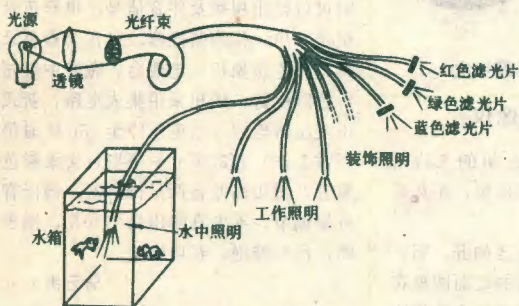

图2 光纤照明
2. 各频段的指向图形基本相同 过去,虽然电动传声器已可做到轴向的频率响应曲线较平坦,但当偏离轴线时,传声器的指向图形高频段变得尖锐狭窄起来,高频下跌很多,这种情况将给拾音带来困难。因为只要偏离传声器轴线,录音的音色就会出现较明显的变化。应该说要求单独一只电动传声器做到全频段指向图形接近一致是困难的,例如心形传声器的背后灵敏度极低,即灵敏度的前后比很大,不可能做到全频段前后比都很大。因此,只有采用分频的办法,和多频段扬声器箱一样,传声器系统也由低频单元和低频单元组成,两者通过一个装在传声器内的分频网络进行分频,可以做到使一只低频单元在低频段前后比很高,也可以做到另一只高频单元在高频段前后比很高,即可得到全频段前后比都很高的心形传声器。图2给出了新型电动传声器各频段的指向图形。可以说,采用分频式电动传声器,并不是为了克服单一换能器频带不够宽,而是为了解决指向性方面的困难。
1. 照明 光纤传能用于照明的基本过程是由某光源所发出的光, 经过透镜汇集后送入光纤束中, 再由光纤将其传送到各个需要照明的地方。在这种情况下, 光纤束的输出端就象一只发光的灯泡, 其光线可以照亮四周。如果将此输出端分成若干束, 它们可以同时分别导向需要照明的若干地方(图2)。这个方法的优点是有一个光源能同时照亮若干地方, 对于那些需要照明而又难以放置电光源的场合具有更大的意义。利用光纤的水中照明不会遇到电绝缘问题。用光纤将光导入人体内部器官, 又用光纤导出体内景象的内窥镜是光纤传能和传递信息在医学方面的应用实例。
▲康力105型立体声收录机的LED电平显示器发光情况不正常 例如,无论声音电平变化多大,5粒1排的红色发光二极管只有最左边1粒发红,其余4粒总是不发光。分析其电路(图2),当声音电平较低时,晶体管Q401的集电极电位较高,此时只有二极管D408导通发光。声音电平增高时晶体管Q401集电极电位下降,二极管D409导通,不但D408发光,D404也发光。声音电平越高,二极管D410、D411、D412陆续导通,能发光的二极管越多。如果二极管D409损坏开路,就造成4粒发光二极管D404至407总不发光。用1只2CP11型二极管替换损坏了的D409即能修复此故障。